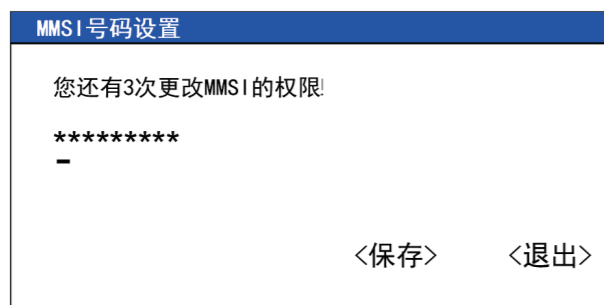

图6.5.1
- a:在数字选呼设置菜单中选择<MMSI 号码设置>项，按【ENT】键打开本机MMSI号码设置对话框，如图6.5.1所示。